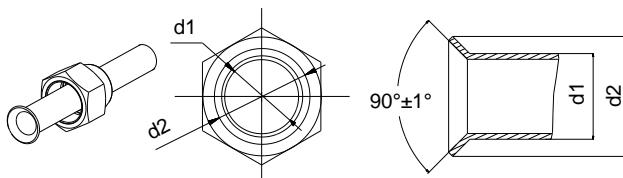

Рис. 4.9
- (1) Обрежьте трубу труборезом и удалите заусенцы римером.
- (2) Во время работы направьте трубку отрезом вниз, чтобы предотвратить попадание мусора и обрезанных римером обрезков в трубку.
- (3) Снимите конусные гайки со штуцеров подключения наружного блока и со штуцеров внутреннего блока, или возьмите их из комплекта принадлежностей. Затем оденьте гайки на соединительные трубы и выполните вальцовку концов соединительных трубопроводов с помощью развалцовки.
- (4) Убедитесь, что конус в результате вальцовки получился ровный, с гладкой поверхностью, без трещин (рис. 4.9).